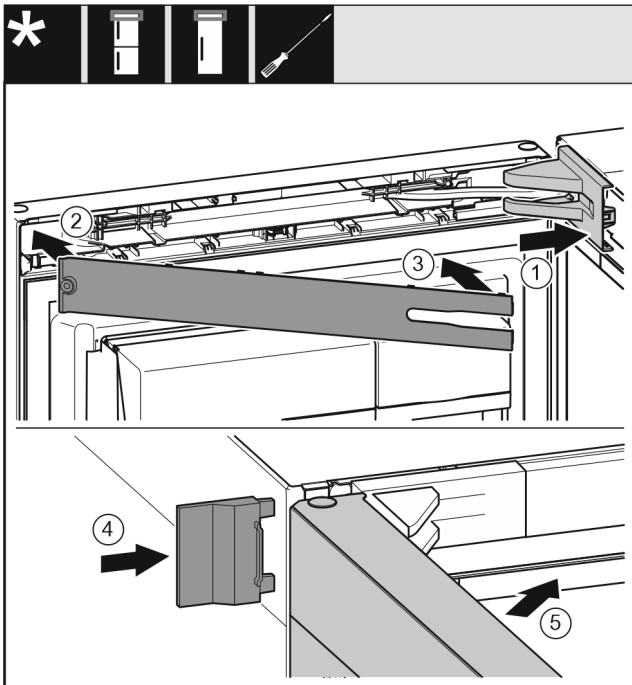

Fig. 25
- ▶ Afdekking van de lagerbus aanbrengen en vastklikken, en indien nodig, voorzichtig uit elkaar drukken. Fig. 25 (1)
- ▶ Paneel aanbrengen. Fig. 25 (2)
- ▶ Paneel naar binnen draaien en vastklikken. Fig. 25 (3)
- ▶ Buitenste afdekking erop schuiven. Fig. 25 (4)
- ▶ Bovenste deur sluiten. Fig. 25 (5)